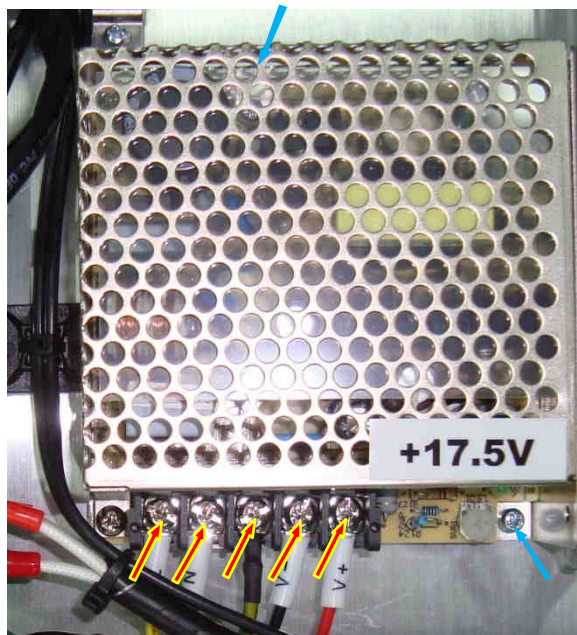

Рис. 7.9.
7.4.1. Закрепить блок питания +17,5 В двумя винтами (стрелки синего цвета рис. 7.9). Подключить к соответствующим клеммам пять проводов с маркировкой «V+», «V-», «E», «N», «L» (стрелки красного цвета рис. 7.9).